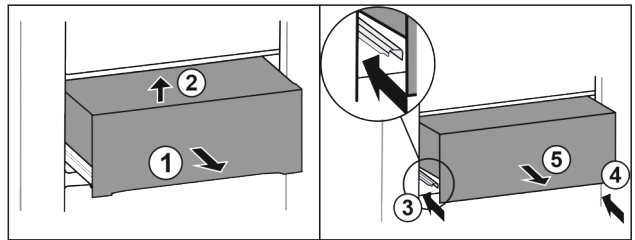

Fig. 42
- ▶ Vedä laatikko puoliväliin ulos. Fig. 42 (1)
- ▶ Nosta vetolaatikon etuosaa ylös. Fig. 42 (2)
- ▶ Työnnä vasen kisko paikalleen. Fig. 42 (3)
- ▶ Työnnä oikea kisko paikalleen. Fig. 42 (4)
- ▶ Poista vetolaatikko vetämällä sitä eteenpäin. Fig. 42 (5)